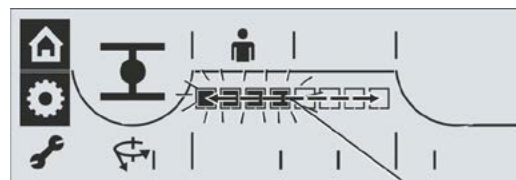

Abb. 2: Skala Abschaltmoment 1
- Bestätigen; Drive Controller drücken. Es erscheinen blinkend das Symbol für Abschaltmoment (1) in Endlage ZU (2) sowie die Skala (4) mit dem Einstellbereich von 30 bis 100 %. Die Segmente (schwarze Rechtecke) (3) zeigen die aktuelle Einstellung, wobei ein Segment für eine Stufe von 10 % steht. Somit zeigt die nebenstehende Abbildung, dass das eingestellte Abschaltmoment 60 % des maximalen Moments ist.
- Drive Controller drehen, um die Einstellung zu verändern (bei Antriebsklasse A und B: 30 % – 100 %; bei Antriebsklasse C: 50 % – 100 %). Einstellwerte je Stufe siehe Tabelle oben. Die Skala (Abb. 2, Pos. 1) zeigt die Veränderung.